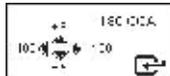

Fig.27
5. Para ajustar o valor CCA, pressione ◀ ou ▶ irá aumentar ou diminuir o valor por 100, enquanto ▲ ou ▼ irá aumentar ou diminuir o valor por 5, conforme mostrado no Fig.27 abaixo.